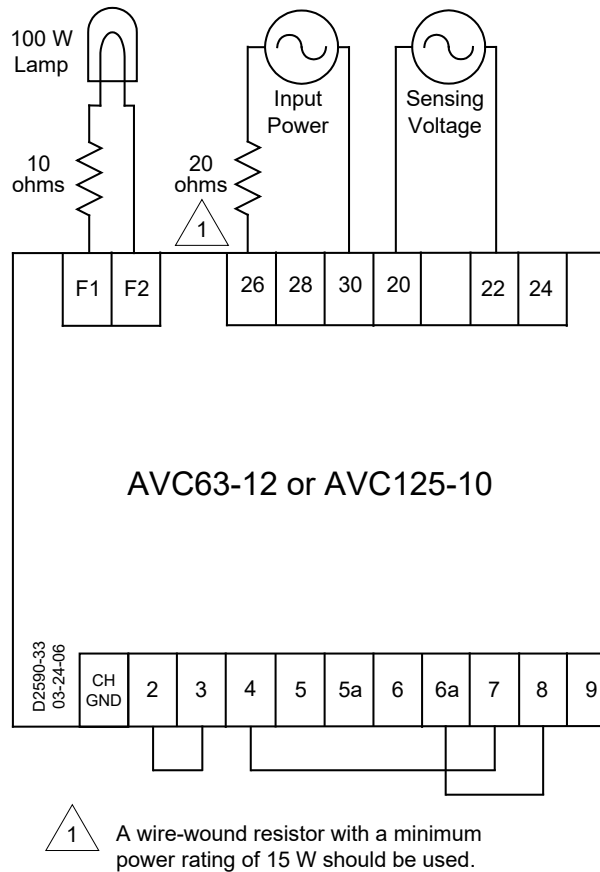

Figura 10. Configuración de prueba
1. Conecte el regulador según la Figura 10 y aplique la tensión apropiada.